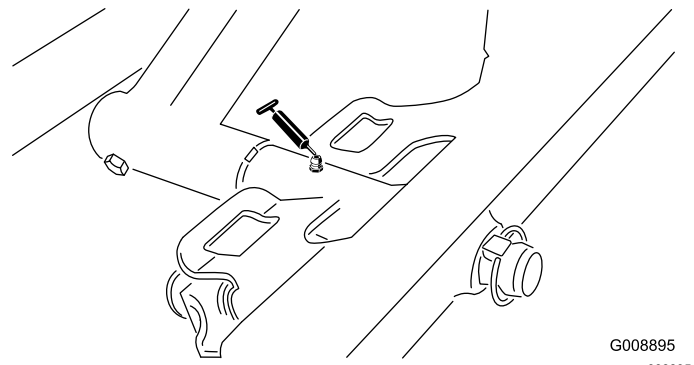

Bild 60
- Drehbüchsen am Frontmähwerk (Bild 60)